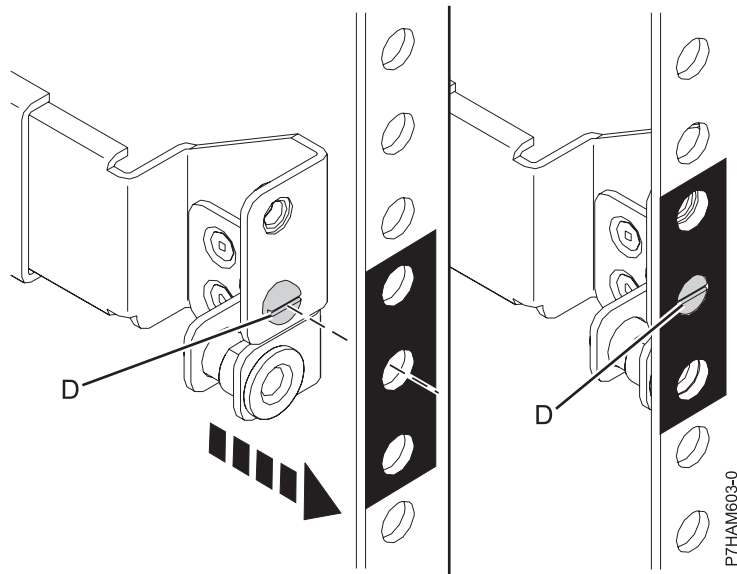

Figure 6. Fixation de la glissière à l'arrière de l'armoire
- e. Insérez la vis d'alignement (D) de la glissière dans le trou intermédiaire de la bande EIA marqué précédemment, comme indiqué à la figure 6, à la page 8.